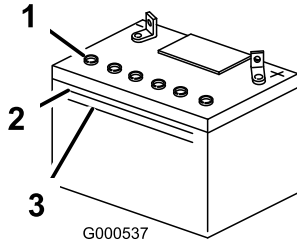

Figure 51
3. Observez le côté de la batterie. Le niveau d'électrolyte doit atteindre le trait **supérieur** (Figure 51). Le niveau d'électrolyte ne doit pas descendre au-dessous du trait inférieur (Figure 51).
5. Enlevez les bouchons d'aération de la batterie (Figure 51).
6. Versez de l'eau distillée avec précaution dans chaque élément jusqu'au repère supérieur (Figure 51) sur le côté de la batterie.
7. Attendez 5 à 10 minutes après avoir rempli les éléments. Au besoin, ajoutez de l'eau distillée pour amener le niveau jusqu'au repère supérieur sur le côté de la batterie (Figure 51).